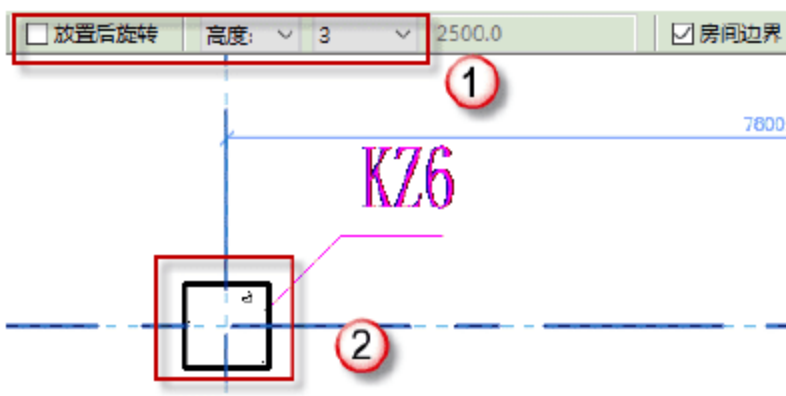

图 4.1.14 绘制矩形框架柱 KZ6
(14) 绘制矩形框架柱 KZ6,按快捷键 C+L,取消选择“放置后旋转”复选框,改为“高度”放置,使顶部标高对齐标高结构 3 层,如图 4.1.14 所示。